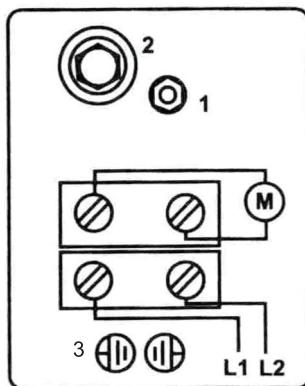

рис. 1
4.1 Общий вид реле представлен на рис. 1:
Регулировка нижнего предела давления РД-5 осуществляется гайкой 2 (рис. 1), фиксирующей положение пружины . Для того, чтобы увеличить значение уровня нижнего предела давления необходимо закручивать гайку по часовой стрелке. Для того, чтобы уменьшить значение нижнего предела давления - нужно отвернуть гайку против часовой стрелки, тем самым, ослабив пружину. Гайка 1 (рис. 1) предназначена для регулировки разницы между нижним и верхним пределами давления.